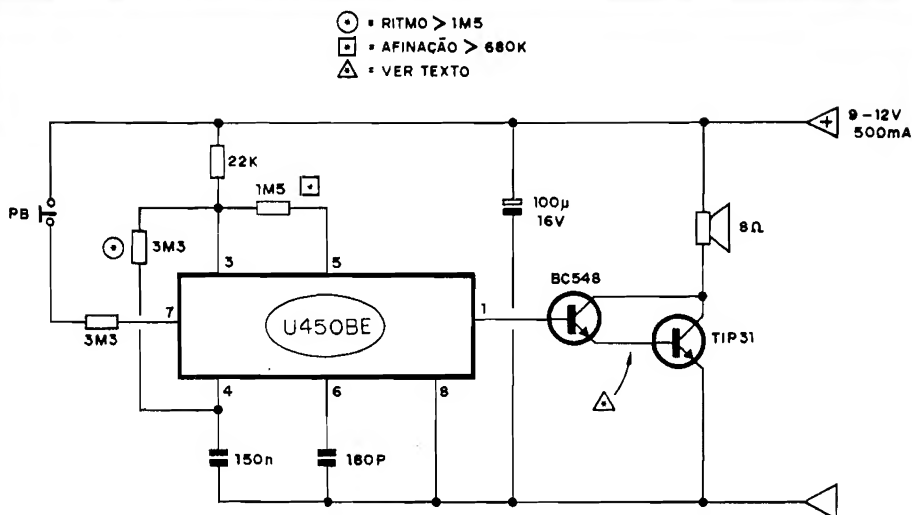
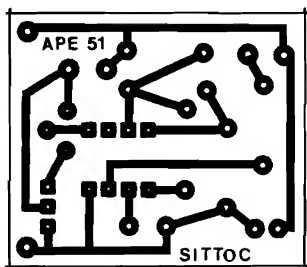
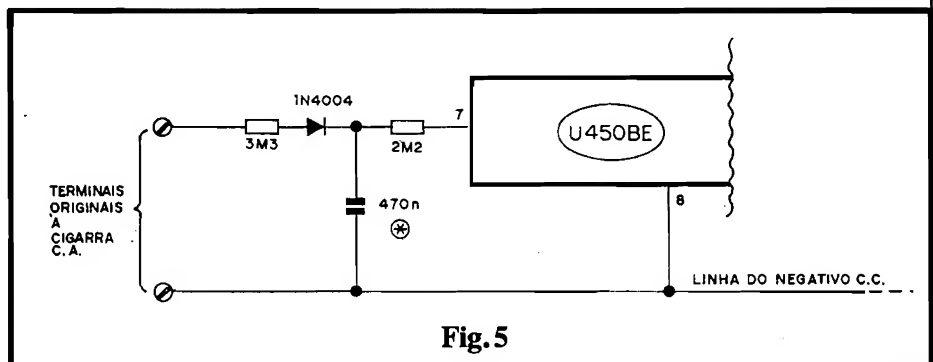
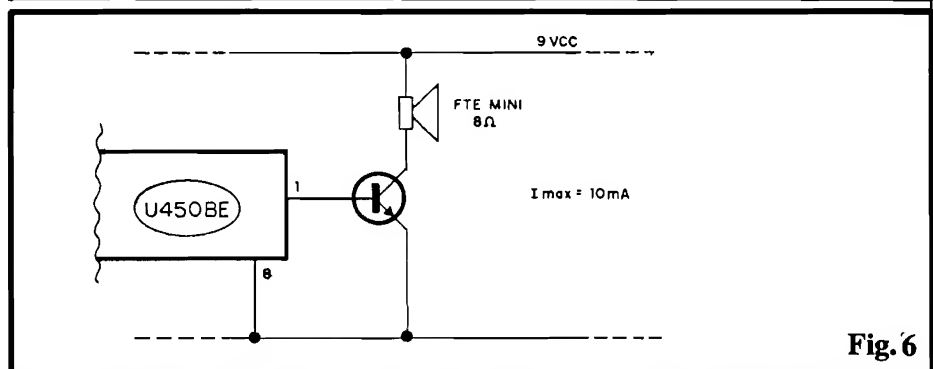

Fig.1
Fig. 2
Fig.5
Fig.6
- **FIG. 1 - O CIRCUITO** - No "coração" da montagem está o mencionado Integrado dedicado, específico (tanto que o seu próprio "nome técnico", atribuído pelo fabricante, é GERADOR DE 3 TONS, PARA EQUIPAMENTOS ELETRÔNICOS DE "CHAMADA"...). Dentro do "bichinho" temos pelo menos 10 importantes blocos funcionais, incluindo dois clocks (um para as tonalidades básicas e outro para o sequenciamento), comutadores, fontes de Corrente e de Tensão de referência, múltiplos divisores programáveis de Frequência (responsáveis pela harmonia dos tons gerados...) e módulos de saída (em **push-pull**, embora no presente circuito aproveitamos apenas uma das "fases" da dita Saída...), etc. Se o Leitor/Hobbysta de A.P.E. já não estivesse acostumado com as modernas maravilhas da micro-Eletrônica, seria até difícil de acreditar que **tanta coisa** foi "enfiaada" dentro daquela minúscula caixinha preta de 8 perminhas...! Uns poucos resistores e capacitores externos (cujos valores devem ficar dentro de parâmetros específicos, recomendados pelos Manuais do fabricante...)
- **FIG. 2 - LAY OUT DO CIRCUITO IMPRESSO ESPECÍFICO** - Do tamanho de uma caixa de fósforos (algumas décadas atrás, um circuito desse
gênero demandaria uma placa do tamanho de uma caixa de sapatos!) a plaquinha é de facilíssima confecção... Atentar para o seguinte: o **lay out** refere-se, obviamente, ao módulo básico, descrito em diagrama esquemático na fig. 1... Qualquer das eventuais adaptações ou alterações propostas no decorrer do texto, ou nas demais ilustrações, poderá acarretar a necessidade de modificações no desenho do padrão cobreado... De qualquer forma, contudo, o **lay out** da fig. 2 poderá sempre servir como "esqueleto" dos diagramas a serem desenhados, especificamente para as necessidades. A escala da figura 1:1 (tamanho natural, é só "carbonar", diretamente...) e o desenho, traçagem, corrosão, limpeza e furação da placa devem seguir as normas e instruções exaustivamente mencionadas em A.P.E. Outra coisa: o bom aproveitamento dessa técnica construcional (Circuito Impresso) exige o acompanhamento de algumas normas elementares - porém importantes - mencionadas sempre nas INSTRUÇÕES GERAIS PARA AS MONTAGENS... Quem ainda for muito "começante", deve consultar tais instruções, lá nas primeiras páginas de toda A.P.E.
- FIG. 5 - ADAPTANDO A SITTOC MAIS ESPECIFICAMENTE, PARA CAMPAINHA RESIDENCIAL - Nas instalações domésticas já existentes, normalmente a conexão da campainha da porta segue o esquema de intercalar o interruptor de pressão entre uma cigarra (instalada na área de serviços, num **hall**, ou mesmo na copa/cozinha...) e a C.A. local... Nesse caso, para máximo aproveitamento da instalação já existente, basta remover a cigarra para C.A. original e promover o acoplamento do circuito da SITTOC, porém com a anexação da rede protetora/conformadora mostrada na figura... Nesse caso, o resistor original de 3M3 (rever fig. 1) será eliminado, substituído pelo conjunto formado pelos resistores de 2M2 e 3M3 (este em "nova posição", notem...), capacitor de 470n x 250V e diodo 1N4004... O capacitor é importante por dois motivos: filtra o zumbido de C.A. que interferiria com os sons gerados pelo circuito e, ao mesmo tempo, introduz uma certa temporização automática ao sistema, com o que, mesmo um breve toque na campainha proporcionará uns 2 ou 3 segundos de "manutenção" no
sequenciamento harmônico da SITTOC, "dando tempo" para a execução de - pelo menos - as suas três notas fundamentais... O restante do circuito fica exatamente como descreve o diagrama da fig. 1.
- FIG. 6 - "MANEIRANDO" A POTÊNCIA DE SAÍDA DA SITTOC - No módulo básico (fig. 1), a Potência de saída não é do tipo "desprezível"... Apesar da simplicidade do circuito, a sonoridade é bastante forte e "impressionante"... Entretanto, em algumas aplicações (como em brinquedos, por exemplo...), o Hobbysta pode pretender uma sonoridade bem mais branda, aliada a um consumo de Corrente também "maneiro", adequando o conjunto à alimentação por pilhas ou bateriazinha... Nesse caso - conforme indica o diagrama, basta desfazer o **Darlington** de saída, eliminando o transistor TIP31 (esse arranjo permite inclusive, com alguma atenção e habi-
lidade, aproveitar-se sem modificações de desenho, o **lay out** de Circuito Impresso - fig. 2...) e mantendo apenas o BC548, este acionando diretamente (via coletor, e ao positivo da alimentação...) um alto-falante mini, 8 ohms... Sob 9V, no máximo uns 10mA serão drenados da bateria (ou pilhas) durante o sinal sonoro. O conjunto todo ficará suficientemente compacto para fácil "embutimento" em carrinhos ou outros brinquedos, aos quais acrescentará então interessantes efeitos sonoros...
O Hobbysta "macaco velho" (e mesmo o iniciante atento) poderá, a partir do módulo básico - fig. 1 - inventar "mil e uma", desde que atendo-se sempre aos limites e faixas já mencionados... Um ponto importante: os requisitos gerais de Corrente do U450BE são inerentemente **baixos**, e assim, em qualquer caso, o resistor instalado entre o pino 3 e a linha do **positivo** geral da alimentação deverá ser mantido num valor proporcional (nunca inferior aos 22K originais, para Tensões de linha entre 9 e 12V, e naturalmente em maior valor ôhmico, se a alimentação for em "voltagens" também maiores...). Embora o Integrado contenha reguladores internos de Corrente e Tensão para os seus módulos intrínsecos, não se deve "exagerar" os parâmetros, para não correr-se o risco de danos ao componente (ele é bastante robusto, mas mesmo o Rambo, se tomar uma rajada de metralha pelo peitoral, "dançará", né...?). De qualquer modo, no cálculo do resistor série (no caso do circuito básico, o de 22K) da alimentação positiva, ao pino 3, deve levar-se em conta o seguinte: a Corrente **mínima** requerida pelo Integrado fica em torno de 200uA, e a **máxima** absoluta em 10mA... "Lá dentro" do pino 3 existem um zener de 3,73V, sob uma Resistência interna de 50R, que condiciona, automaticamente, os parâmetros de Tensão para os diversos blocos funcionais... Lembrem-se disso, ao eventualmente recalcular a alimentação para circuitos experimentais ou variações do módulo básico ora descrito...